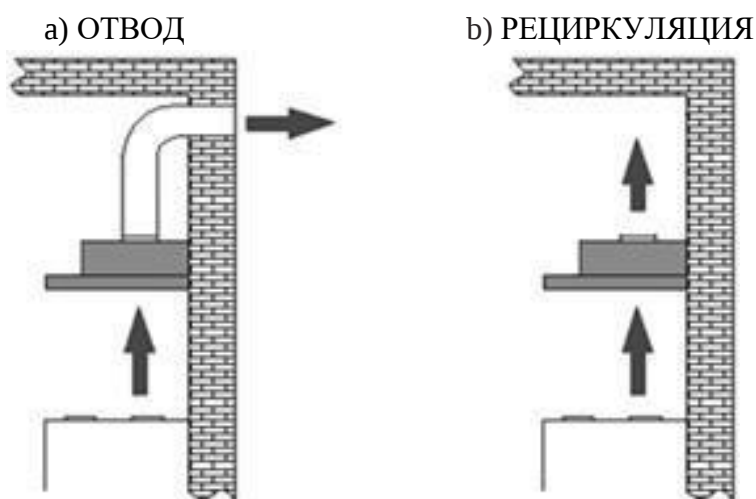

Рис. 8
6. При использовании вытяжки в режиме отвода (рис. 8а), необходимо установить антивозвратный клапан (рис. 6) и воздуховод, отводящий испарения (рис. 7).
1)Отвода (рис. 8а) – воздух удаляется из помещения через соединение вытяжки с вентиляционным каналом жестким пластиковым воздуховодом или гофрированным шлангом диаметром 120 мм. И, таким образом, все кухонные испарения, запахи, гарь и копоть, проходя через многоразовые алюминиевые жироулавливающие фильтры, выводятся за пределы помещения. При данном режиме работы нет необходимости устанавливать угольные фильтры. Режим отвода является наиболее эффективным, поскольку вытяжка удаляет все кухонные испарения за пределы кухни в вентиляционную шахту.
2) Рециркуляции (рис. 8б) – внутренняя циркуляция воздуха через угольные фильтры (рис. 9). Вытяжка в данном случае не подключается к вентиляционной шахте и, таким образом, воздух просто прогоняется через вытяжку внутри кухни.